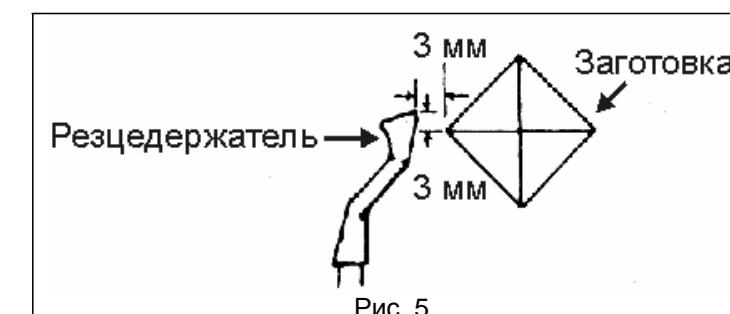

Рис. 5
9.5.3. Отрегулируйте резцодержатель приблизительно на 3 мм от углов заготовки и на 3 мм над линией центров (Рис. 5). Заблокируйте опору резцодержателя и резцодержатель.